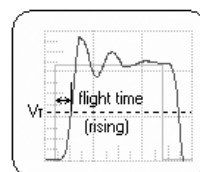

图 9-41 上升沿的上升时间约束规则
- “Flight Time – Rising Edge”（上升沿的上升时间约束规则）：如图 9-41 所示为该规则设置示意图。